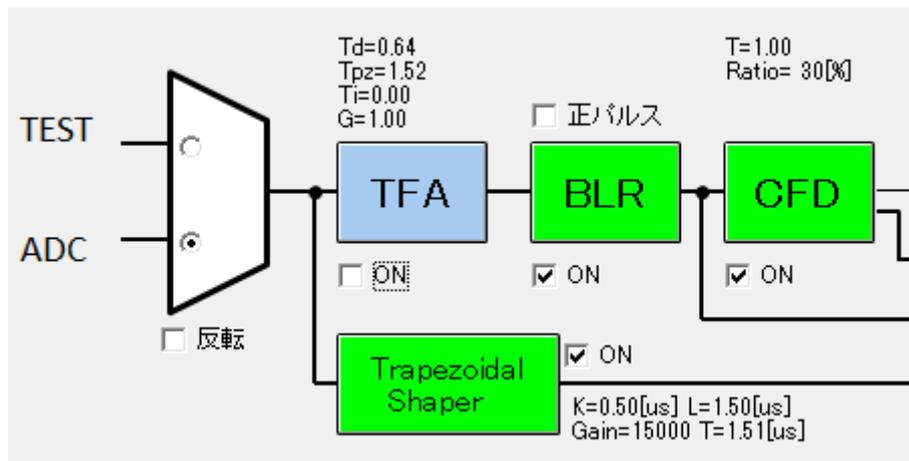

図 14 BLR の設定
- (1) ハードウェア MCA を動作させるには、トリガ・ゲート回路がゲート信号を出力する必要がありますが、FPGA のデフォルトの設定で有効になっています。ゲート時間を 0 にすると MCA は動作しません。
- (2) MCA を動作させるためには、入力されるパルスの極性は負である必要があります。もし、正の極性のパルスが入力される場合は、図 14 の「反転」をチェックして極性を反転させてください。
- (3) 0V を基準にして負の値を測定します。入力がないときに 0V になっていない場合は、BLR を有効にするか、Shaping 回路を有効にしてください。
- (4) ULD (Upper Limit Discriminator) は現時点では使用できません。ULD を超えたパルスであっても、記録されてしまいます。